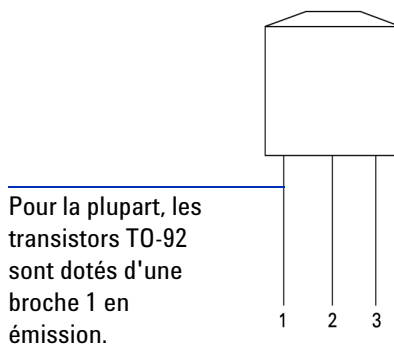

Figure 5-7 Transistor TO-92
- 3 Dans notre exemple, nous employons un BJT TO-92, comme illustré dans la Figure 5-7.